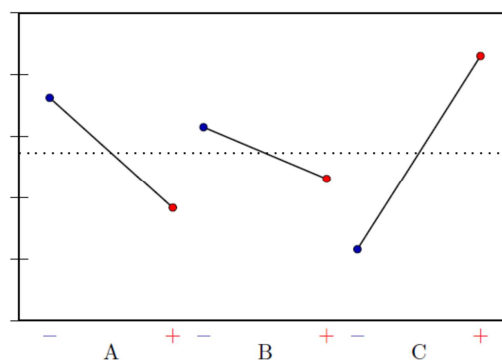

Bild 15.2: Beispiel für ein Effektdiagramm
- Tragen Sie die Stufenabhängigen Ergebnisse für Drehzahl, Reichweite und Verbrauch in einem Diagramm folgender Form auf (siehe Bild 15.2). Diese Darstellung wird Effektdiagramm genannt. Was lässt sich an der Steigung der Geraden zwischen den beiden Stufen über den Effekt herausfinden?